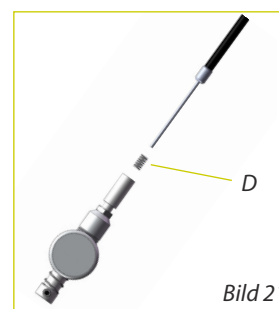

Bild 21
4. Lossa stoppskruven (C) som håller vajern i tipplåset och dra ur vajern. Se till att stoppskruven skruvas ut en bit så den nya vajern lätt kan träs i.
6. Trä vajern innanför ryggramen och ner under sitsen till tipplåset. Där träs den genom hylsan (A). Observera att en fjäder (D, bild 21) ska träs på vajern innan! **Var försiktig så inte vajern fransar sig när den träs i!**